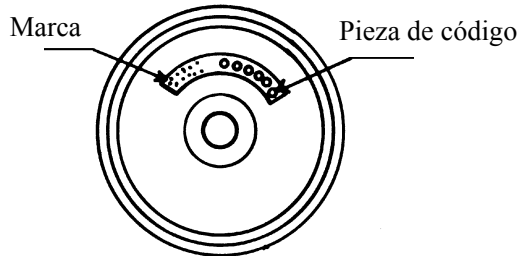

Figura 4-29
Si están roto el sellado lavadora (2) o la tuerca de mariposa (1), se necesita cambiar. Figura 4-29